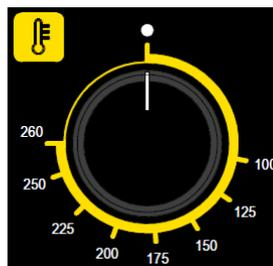

Fig. 5
**Programmation de la température de cuisson** - Mettre le bouton du thermostat de réglage (Fig. 5) sur la température voulue pour la cuisson.